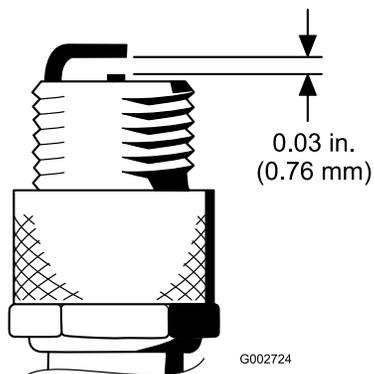

图28
4. 如图28所示将中心电极与侧电极之间的空隙设置为 0.76mm。